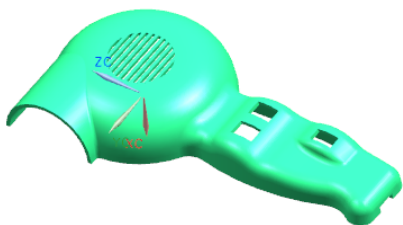

图 10-1 电吹风外壳
本章为图 10-1 所示电吹风塑料外壳产品设计一套注塑模具。该壳件产品结构稍复杂一点，分型面为空间曲面，可采用大水口进料的二板模具，一模二件，采用侧浇口进料。该产品的材料为 ABS。
(1) 选择菜单命令【开始】→【所有应用模块】→【建模】，进入建模模块，用户可根据实际需要的功能自定义建模界面。
(2) 调入产品到建模模块，如图 10-1 所示，路径...\\Exercise\\ch10\\exercise_10_1\\exercise_10_1.prt。